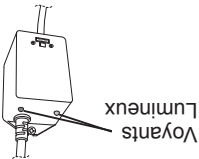

Figure 7
22. Une fois le disjoncteur remis sous tension, vérifier le ballast (12), Figure 7, pour vous assurer que le système CLEARRAY fonctionne bien. Une lumière verte indique que le système CLEARRAY est en marche, elle devrait être allumée en tout temps. Une lumière rouge indique que la ampoule UV est activée.